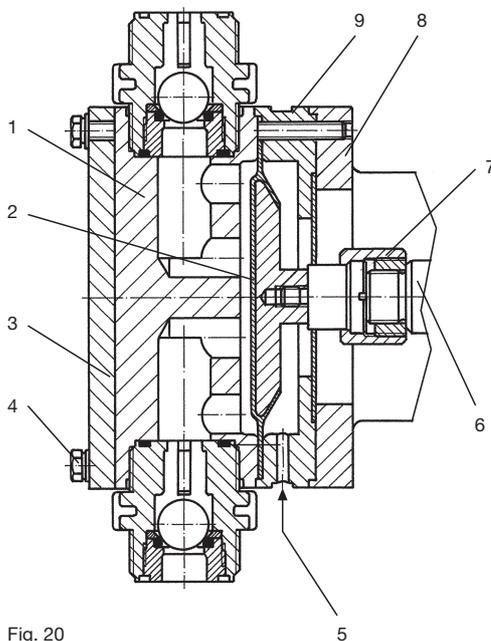

Fig. 20
- Après une rupture de membrane, il est possible qu'il reste de la solution de dosage dans le capteur de rupture de membrane et dans le canal d'alimentation de la tête doseuse. (voir Fig. 20)
- ▶ Fixez le capteur de rupture de membrane au niveau de la partie supérieure (2).
- ▶ Fixez le corps (5) à l'aide d'une clé plate.
- ▶ Placez la nouvelle membrane de séparation (3) avec le côté clair (PTFE) en avant dans la partie supérieure (2).
- ▶ Placez la plaque (4) avec le côté irrégulier en avant dans la partie supérieure (2).
- ▶ Vissez le corps (5) dans la partie supérieure et serrez à fond.
- Après une rupture de membrane, il est possible qu'il reste de la solution de dosage dans le capteur de rupture de membrane et dans le canal d'alimentation de la tête doseuse (voir Fig. 20).
- ▶ Fixez le corps (5) à l'aide d'une clé plate – et non pas l'écrou avec vernis de protection !
- ▶ Placez la rondelle (4) dans la partie supérieure (2).
- ▶ Enfoncez le ressort dans le corps (5).
- ▶ Rapprochez le corps (5) de la partie supérieure (2).
- ▶ Vérifiez si le ressort (6) est correctement placé sur le siège du ressort (3a).